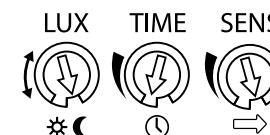

Рис. 2
- 7.9 Настройка Изделия. Датчик снабжен тремя регуляторами: LUX, TIME, SENS (рис. 2).